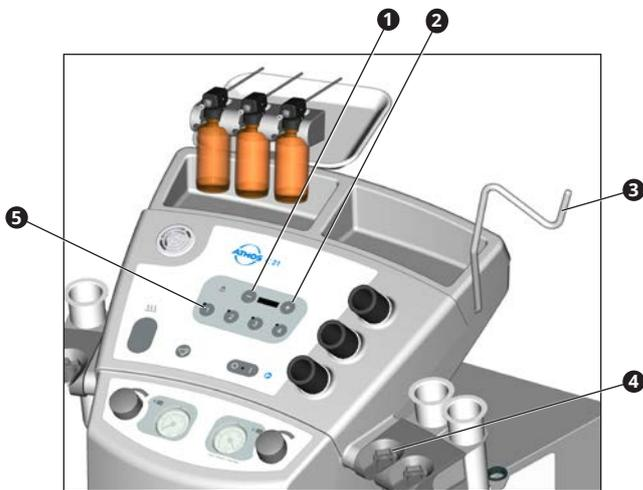

Bild 13. Lichtpaket 2-Kanal mit 2 oder 4 Kanälen
- Nehmen Sie den Lichtleiter aus dem Halter (➍, Bild 13) oder die Stirnlampe von der Stirnlampenaufhängung (➌, Bild 13).
- ☞ Mit den Tasten 1 bis 4 (➎, Bild 13) können Sie die Lichtquelle manuell einschalten.
- Drücken Sie Taste ➊ (Bild 13), um die Helligkeit zu verringern oder Taste ➋, um die Helligkeit zu erhöhen.